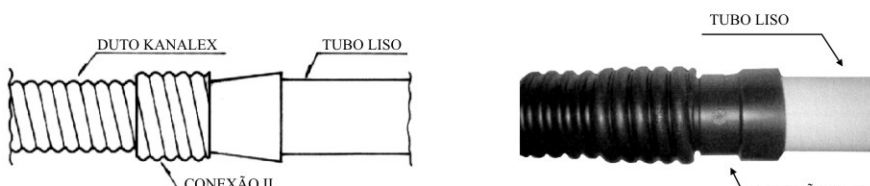

Figura 29
- Rosquear totalmente a conexão II no duto corrugado e introduzir o tubo liso na outra extremidade da mesma (Figura 29).